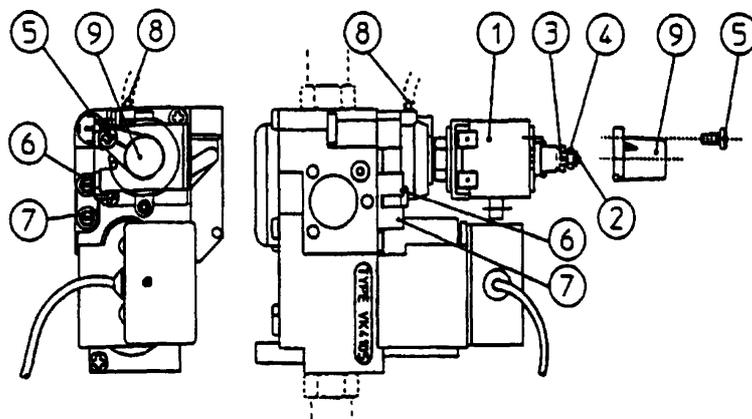

Рис. 31
Регулировка минимальной тепловой мощности (см. рис. 31).
Регулировка номинальной тепловой мощности (см. рис. 31).
Примечание: для регулировки газовой аппаратуры удалите пластмассовую крышку (9), отвинтив винт (5) (см рис. 31). По завершении верните на место крышку и винт.